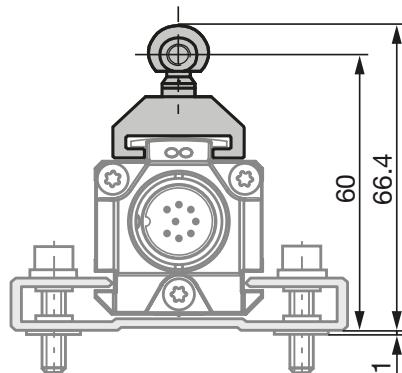
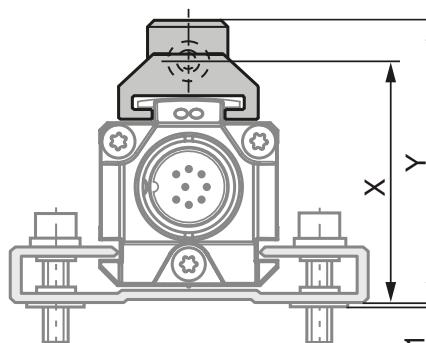
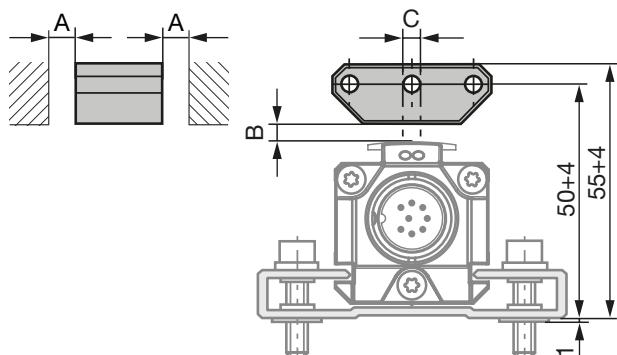
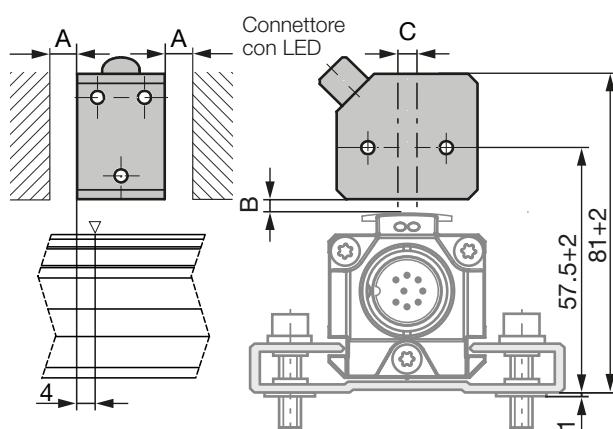

Fig. 4-1: Dimensioni e distanze con il datore di posizione BTL5-F-2814-1S
Fig. 4-3: Dimensioni e distanze con il datore di posizione BTL5-M/N-2814-1S
Fig. 4-4: Dimensioni e distanze con il datore di posizione BTL5-P-3800-2
Fig. 4-8: Dimensioni e distanze con il datore di posizione BTL5-P-4500-1 con generazione elettrica del campo magnetico (24 V/100 mA)
- i** Il trasduttore di posizione in corpo profilato è idoneo sia per datori di posizione liberi, cioè operanti senza contatto (vedere dalla Fig. 4-4 fino alla Fig. 4-8) che per datori di posizione guidati (vedere dalla Fig. 4-1 alla Fig. 4-3).
- La distanza A tra il datore di posizione e i componenti costituiti da materiale magnetizzabile deve essere di almeno 10 mm (vedere dalla Fig. 4-4 alla Fig. 4-8).
- Per la distanza B tra il datore di posizione e per lo sfasamento C (vedere dalla Fig. 4-4 alla Fig. 4-8) devono essere rispettati i seguenti valori:
Il campo di misura è spostato di 4 mm in direzione del connettore del trasduttore di posizione (vedere Fig. 4-8).